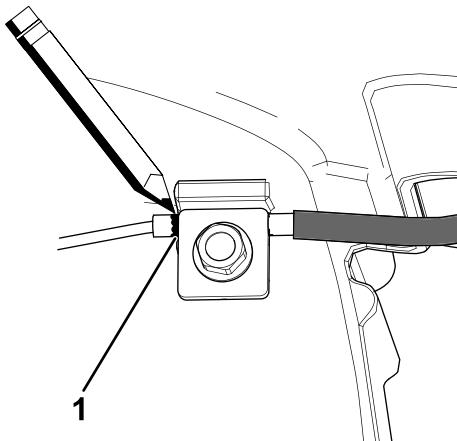
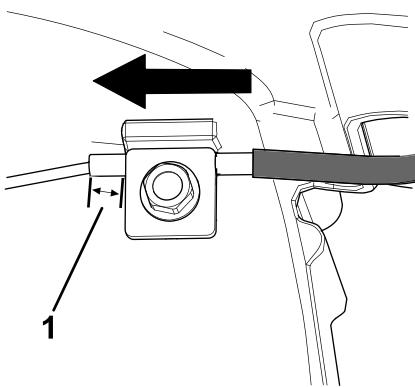

Figura 36
Figura 37
7. Contrassegnate il cavo del freno (Figura 36), poi regolate la guaina fino a quando non è presente un allentamento di circa 8 mm (Figura 37).